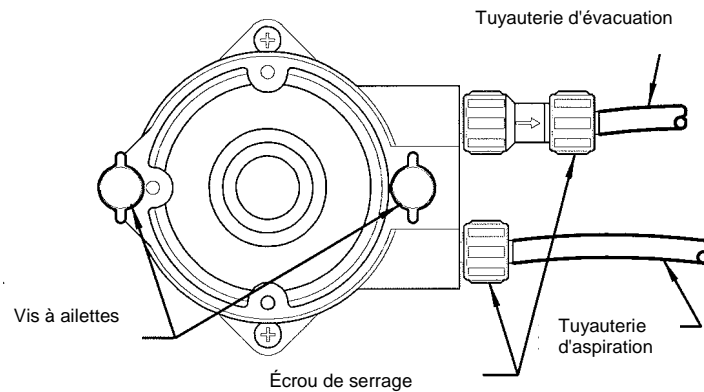

Figure 7a : Tête de pompe avec couvercle avant attaché
- 3) Desserrez les écrous de serrage et démontez la tuyauterie des ports d'aspiration et d'évacuation - voir Figure 7a.